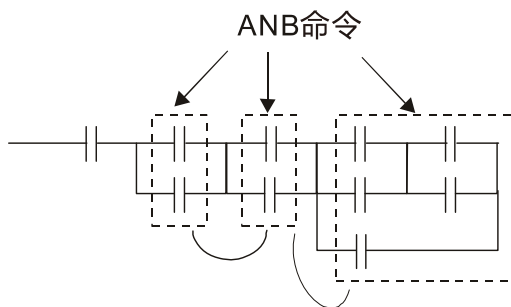

图 16-34
4. **ANB 命令**: 一区块与一装置或一区块的串接组合。如下图 16-34 所示: